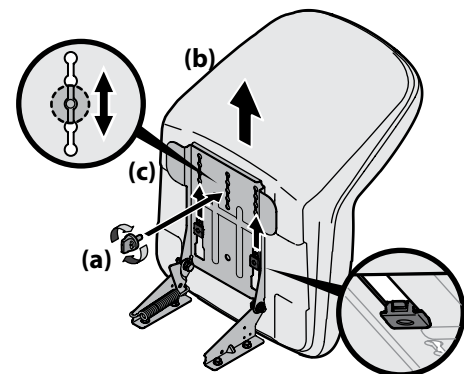

Figura 2-24
3. Deslize o assento (b) para trás no suporte do pivô do assento (c), alinhando a fenda central traseira no suporte do pivô com o furo restante na base do assento (b). Veja Figura 2-24.
**NOTA:** assegure-se que as duas guias do assento se encaixam no suporte do pivô do assento como se mostra na imagem inserida no canto inferior direito da Figura 2-24.
4. Escolha a posição desejada para o assento (b) e fixe com o botão de regulagem (a) que foi retirado no passo 1. Veja Figura 2-24.
- Para ajustar a posição do assento, remova o botão de regulagem da posição do assento (a) na base do assento (b). Deslize o assento (b) para frente ou para trás segundo desejado. Reinstale o botão de regulagem de posição do assento. Veja Figura 2-24.